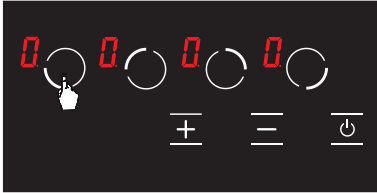

Abbildung 6
2. Die entsprechende Kochplatten-Auswahl-taste wird berührt. Bei der ersten Berührung erscheint im jeweiligen Herd das Symbol. (siehe Abb. 6)